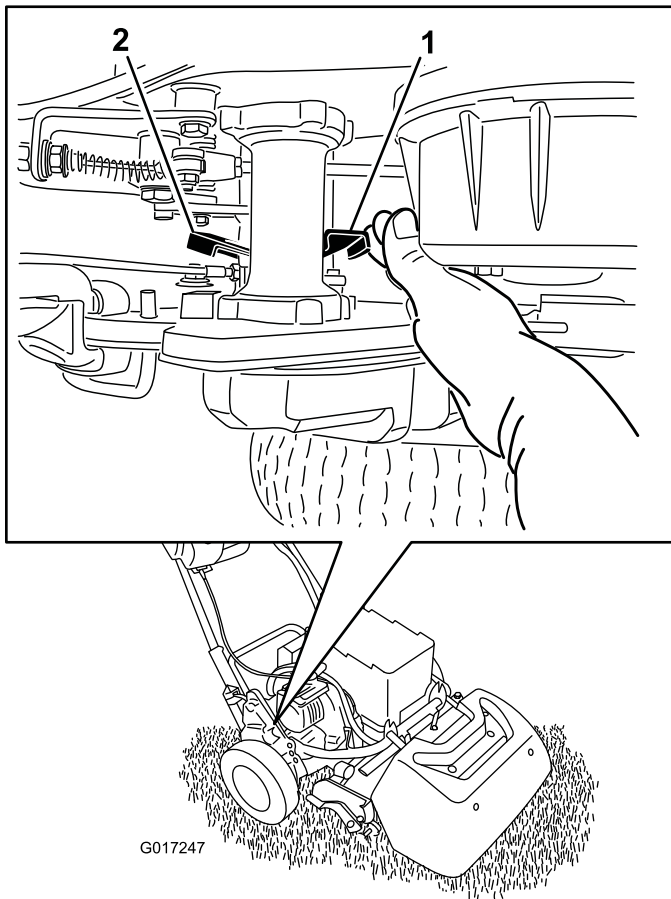

Figura 36
1. Sull'angolo posteriore destro della macchina, individuate la leva di innesto/disinnesto della trazione, vicino al tamburo di alloggiamento della trasmissione (**Figura 36**).